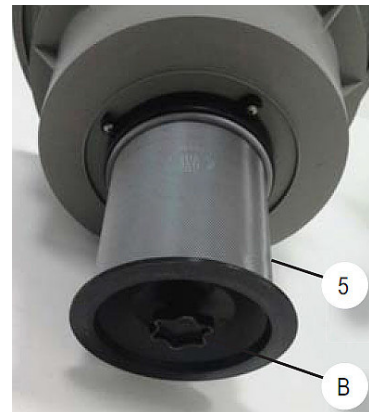

Abb. 16: Prüfung des Schwimmers
- Lösen Sie den Drehknopf (Pos. B, Abb.16) und entnehmen Sie das Filtergitter (Pos. 5, Abb.16).